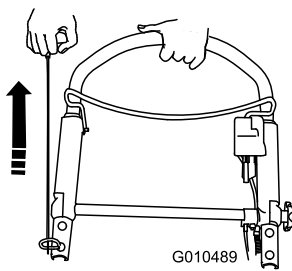

Figura 24
3. Tirate la maniglia di avviamento (Figura 24).